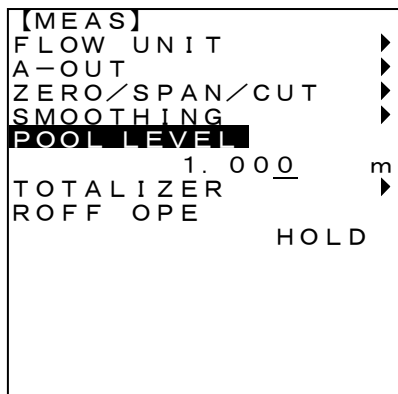
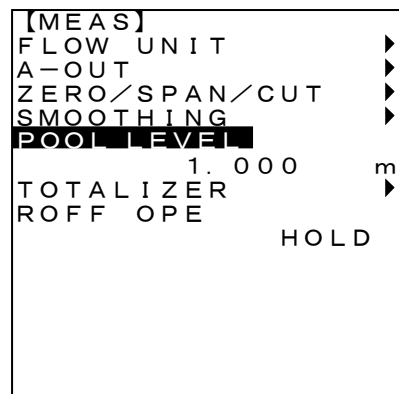

図4-7-9
図4-7-10
2. <0>~<9>、<. /START>、<- /STOP>キーで値を入力し<ENT>キーで入力値を決定します。(図 4-7-9、図 4-7-10)